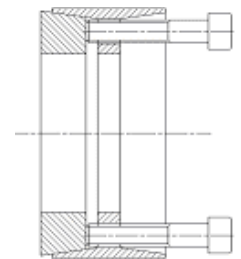

图 3
9.4 插入足够多的螺栓到拆卸孔中，旋转直到他们接近后环。(见图 3)